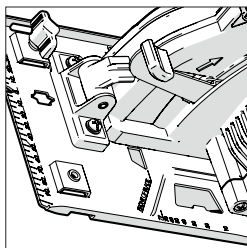

Fig. 12
Poziția părții frontale a discului în raport cu placa de bază variază pe măsură ce se modifică adâncimea de tăiere. Pentru a ajuta la tăiere, placa de bază este prevăzută cu o gradație (8) (Fig. 12) pe care se poate vedea poziția părții frontale a discului. Aceasta va fi în dreptul marcăjului care corespunde adâncimii de tăiere afișată pe indicatorul de adâncime.